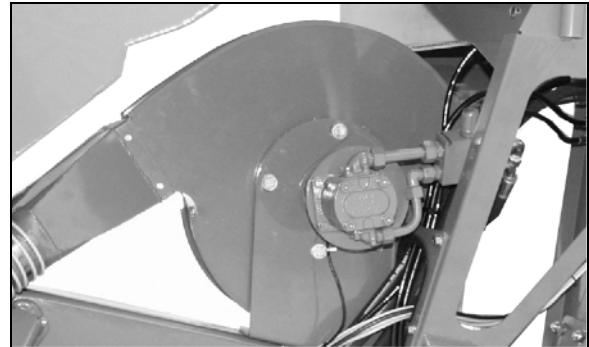

Рис. 78
1. Уберите давление из гидравлического цилиндра (Рис. 78/1).
2. Вставьте палец (Рис. 78/3) в отверстие сегмента регулировки и закрепите при помощи фиксирующего пальца с пружинной защелкой (Рис. 78/2).